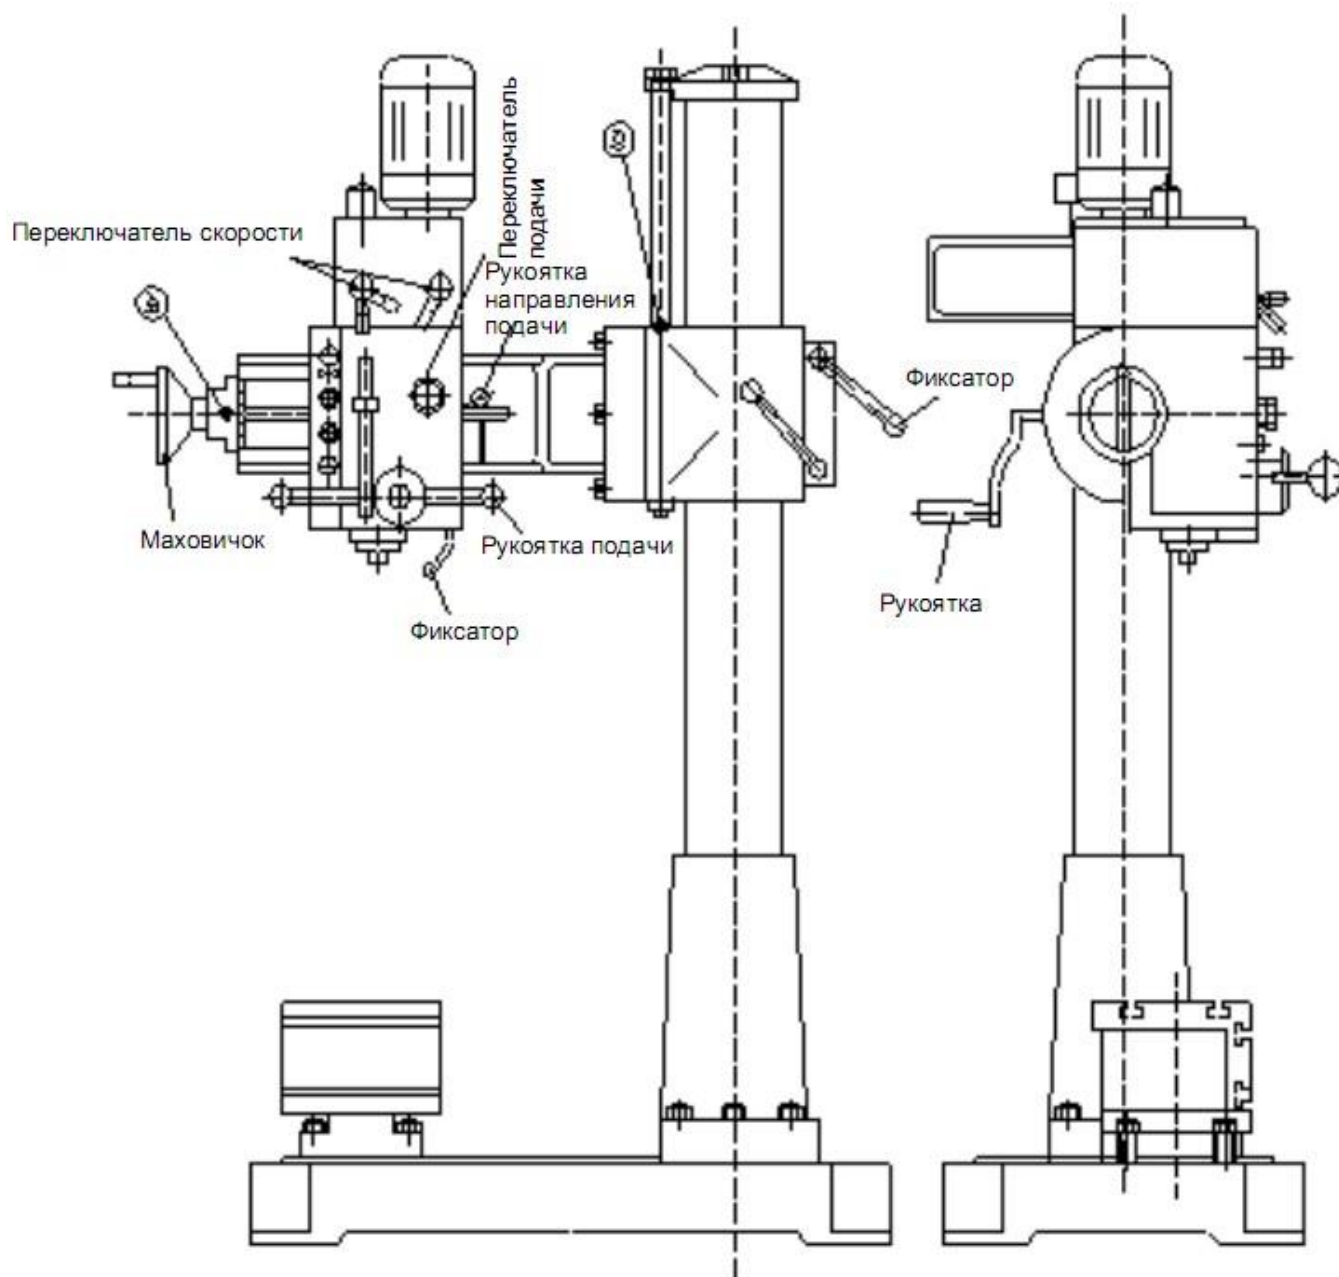

Рис.2 Система управления
Описание рукояток дано далее (Рис.2)
6.1 Ввести смазочное масло в точки смазки (Рис. 2). Открытые направляющие можно смазывать напрямую.
9. КОНСТРУКЦИЯ СТАНКА (Рис. 2 и 3)